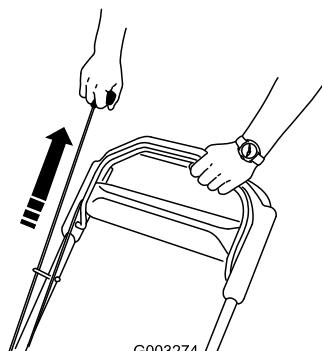

Figura 18
- Tire del arrancador de retroceso (Figura 18).